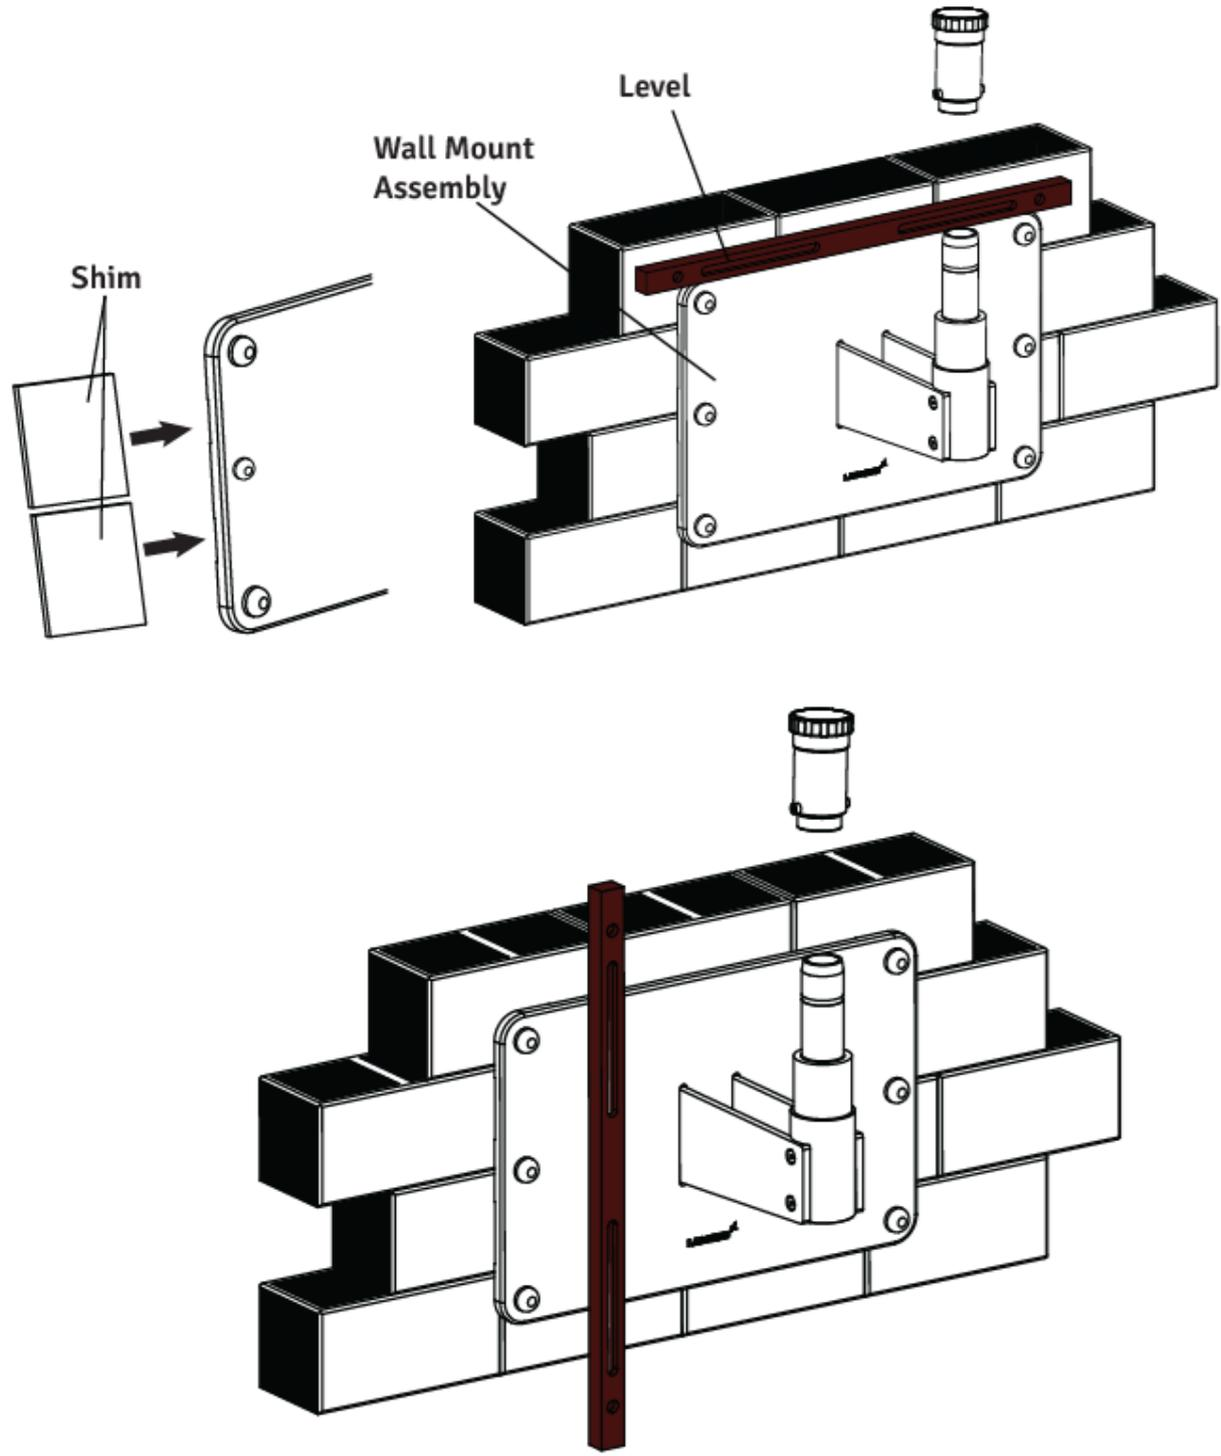

Figura 23
2. Coloque un nivel en la parte superior de la placa posterior para comprobar la nivelación horizontal. Consulte la figura 23.
3. Utilice un juego de llaves de tubo y trinquete de 17 mm para aflojar ligeramente los seis (6) pernos de palanca en las esquinas de la placa posterior.
Al suelo. Véase la figura 23.
7. Revise el otro lado e inserte las cuñas según sea necesario y luego ajuste los pernos de palanca. Vea la figura 23.
2. Desatornille el tapón roscado del eje de montaje en pared como se muestra en la figura 23.